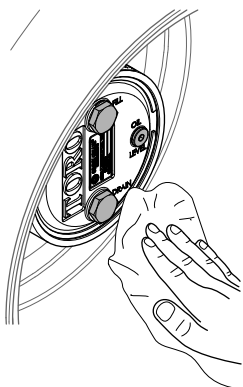

Рисунок 108
3. Начисто протрите корпуса планетарного редуктора и тормоза (Рисунок 108).